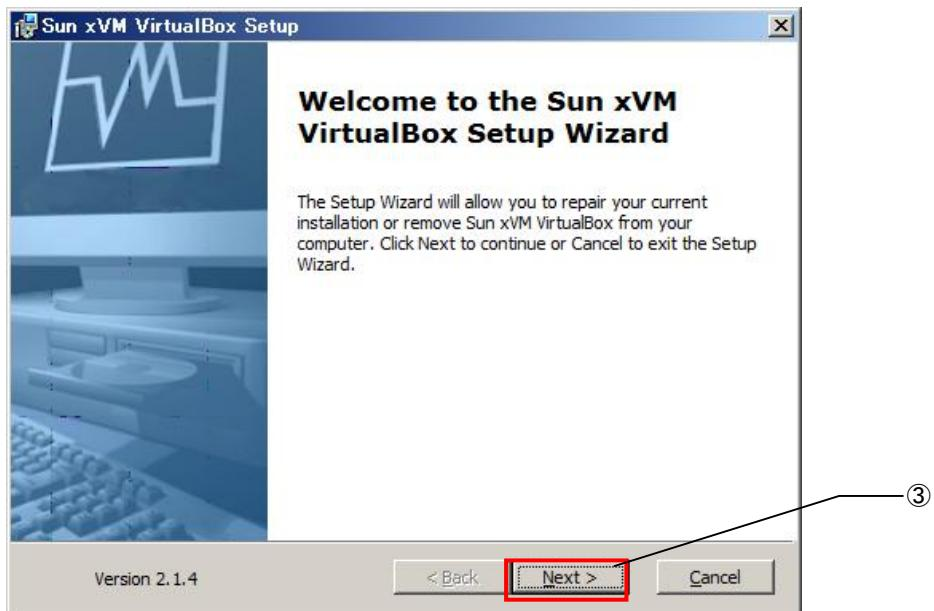

図 2-2-3-2. ダウンローダー起動後の画面
- ④ 図2-2-3-3のライセンス確認画面に変わるので、「I accept the terms in the license Agreement」をチェックしてください。
- ⑤ チェックすると次の画面へ進むことができるようになります。「Next>」をクリックしてください。